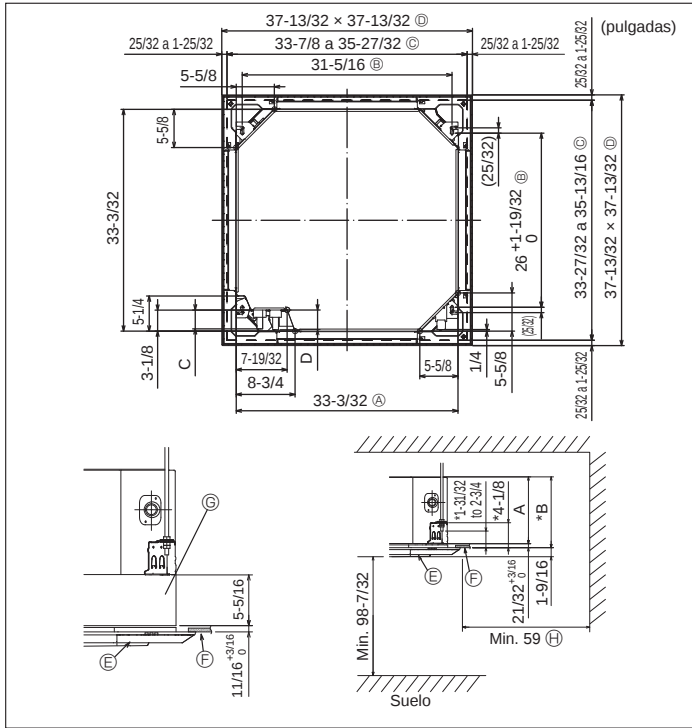

Fig. 2-2
2.2. Apertura del techo y ubicación de los tornillos de suspensión (Fig. 2-2)
- Las dimensiones de la apertura del techo pueden ajustarse dentro de los valores indicados en Fig. 2-2; centre la unidad principal en la apertura asegurándose de que los lados opuestos respectivos alrededor de la apertura sean idénticos.
- ① Lado exterior de la unidad principal
- ② Paso del tornillo
- ③ Apertura en el techo
- ④ Lado exterior de la rejilla
- ⑤ Rejilla
- ⑥ Techo
- ⑦ Caja multifuncional (opcional)